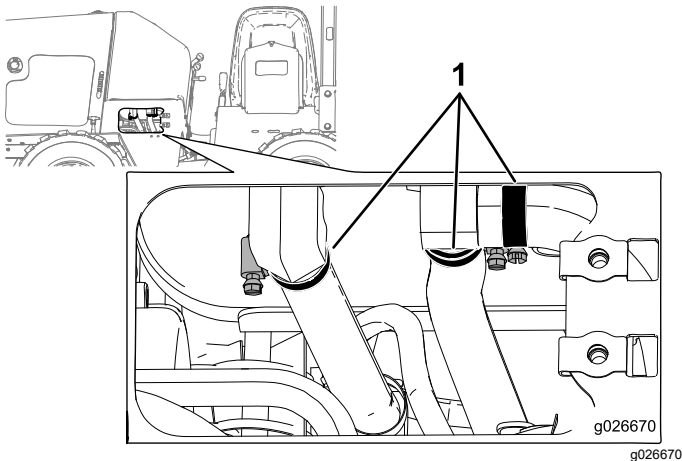

Figura 44
6. Retire la cubierta del lado izquierdo y afloje las 3 abrazaderas de debajo del depósito hidráulico (Figura 44).